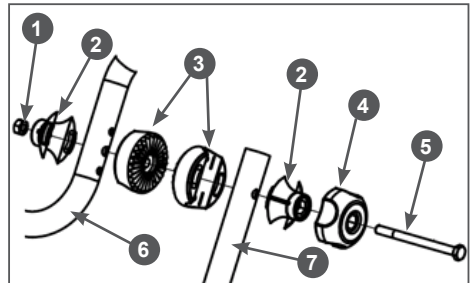

Рис. 7. Сборка кронштейна крепления рабочих рукояток
- Схема сборки левого кронштейна крепления рабочих рукояток представлена на Рис. 7. Сборка правого кронштейна рабочих рукояток осуществляется аналогично схеме, указанной на Рис. 7, только в зеркальном отражении.